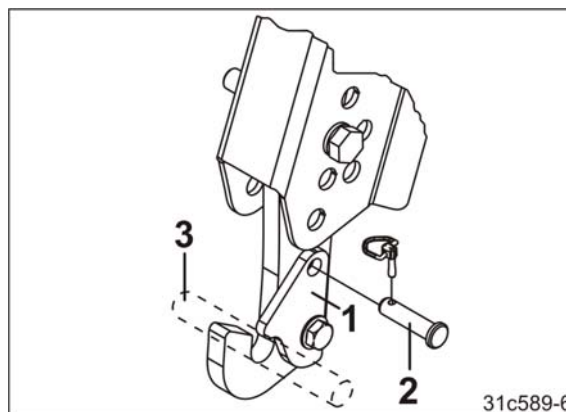

Рис. 108
2. Разблокируйте предохранительные пластины (Рис. 108/1).
- 2.1 Извлеките пальцы (Рис. 108/2).
5. Соедините нижние шарнирные соединения (Рис. 108/3) сеялки с захватными крюками.
7. Поверните предохранительные пластины (Рис. 108/1) и закрепите их пальцами (Рис. 108/2). Застопорите пальцы пружинными фиксаторами.